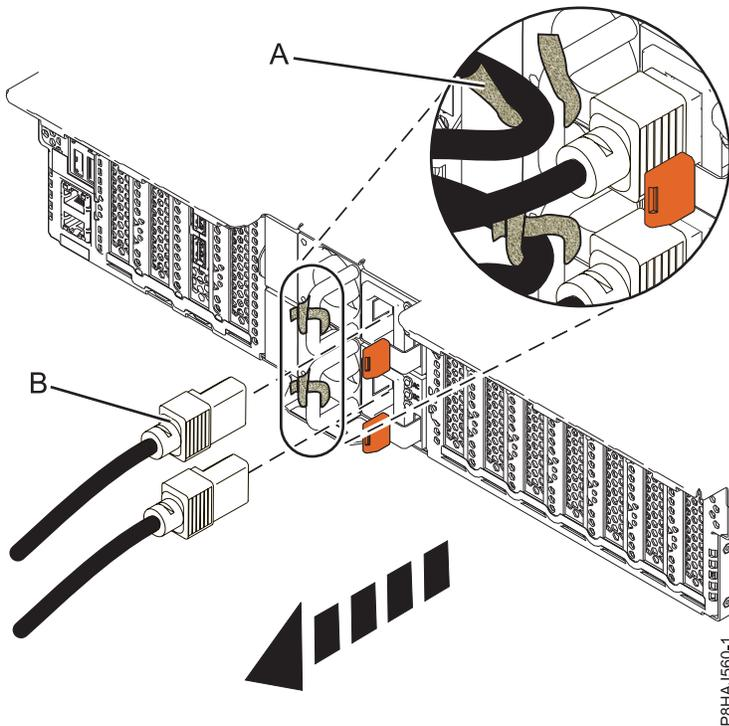
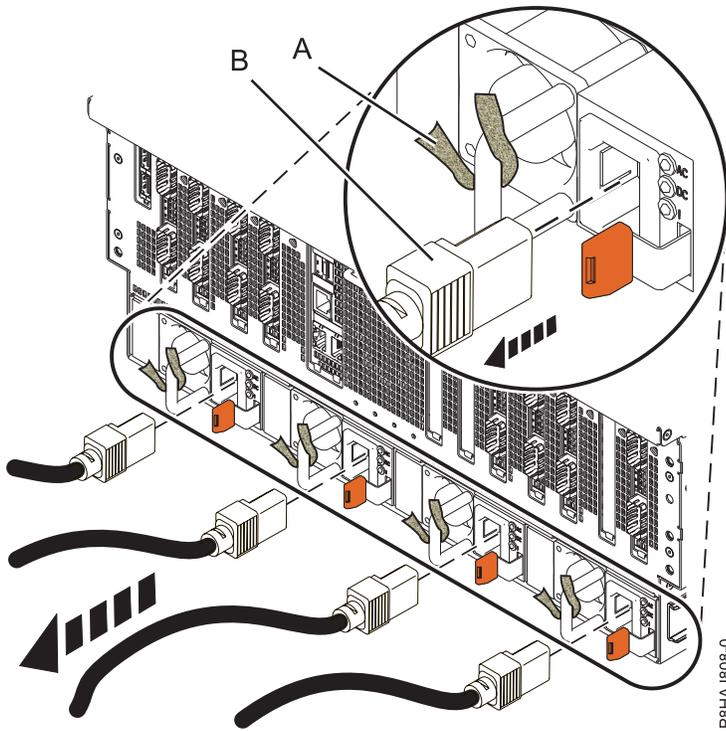

Abbildung 38. Netzkabel bei einem System vom Typ 5148-21L, 5148-22L, 8247-21L, 8247-22L, 8284-21A oder 8284-22A abziehen
Abbildung 39. Netzkabel bei einem System vom Typ 8408-44E oder 8408-E8E abziehen
3. Ziehen Sie die Netzkabel (**B**) von der Systemeinheit ab. Siehe Abbildung Abb. 37 auf Seite 53, Abb. 38 auf Seite 53 oder Abb. 39 auf Seite 54 (abhängig vom Systemtyp).